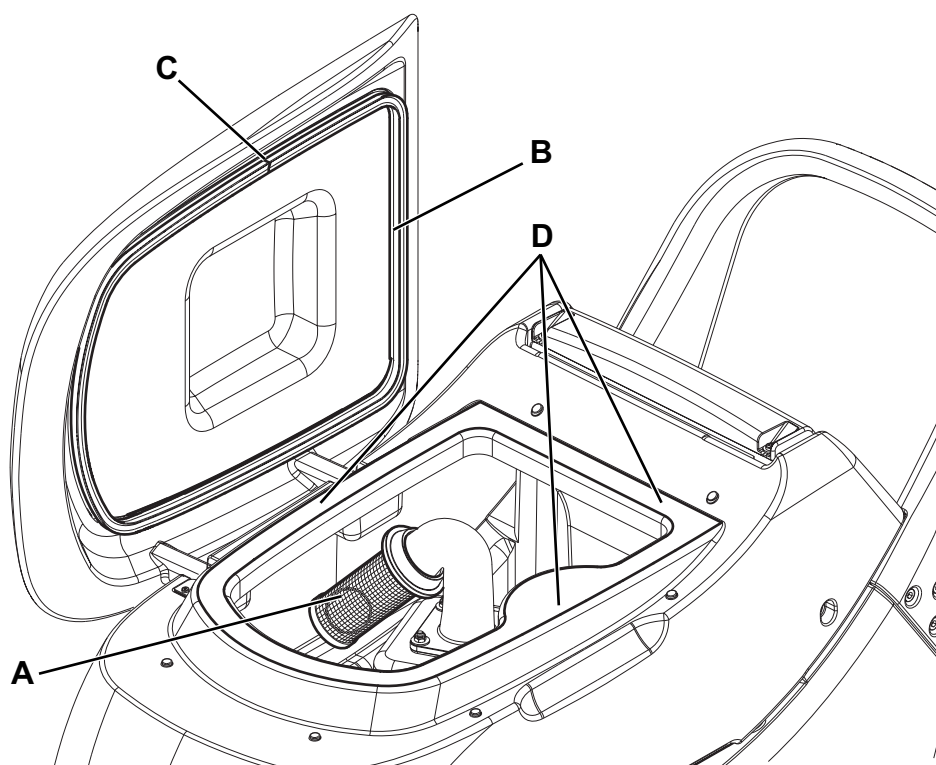

Figure 8
2. Contrôler que les interrupteurs (41 e 42) sont en position "0" et débrancher le connecteur de la batterie (8).
3. Vider l'eau des réservoirs (15 et 16) à l'aide du tuyau de vidange (11) et du tuyau (12).
4. Ouvrir le couvercle (17), nettoyer et laver à l'eau propre le couvercle, les réservoirs et la grille d'aspiration (30).
5. Si besoin est, dégager la grille (A, Fig. 8), puis la nettoyer avec soin et installer à nouveau.
6. Contrôler l'intégrité du joint d'étanchéité (B) du couvercle du réservoir de l'eau de récupération.